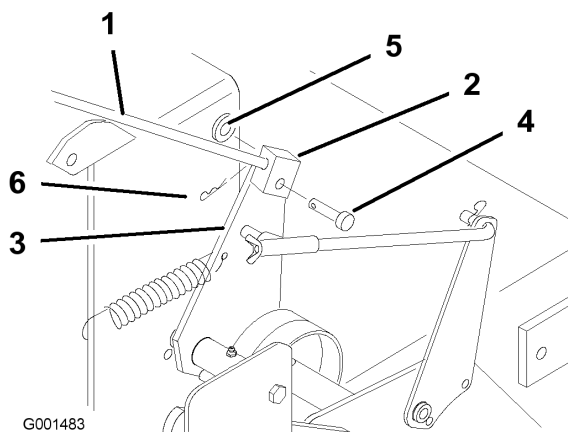

Figura 19
1. Saque el pasador de horquilla, la arandela y el pasador que sujetan el acoplamiento de la varilla de control con el soporte de la polea tensora (Figura 19).